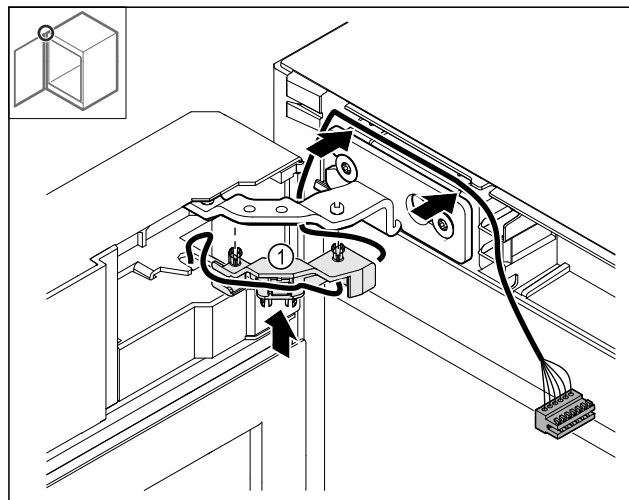

Fig. 47
- ▶ Вдавите держатель кабеля Fig. 47 (1) в шарнир.